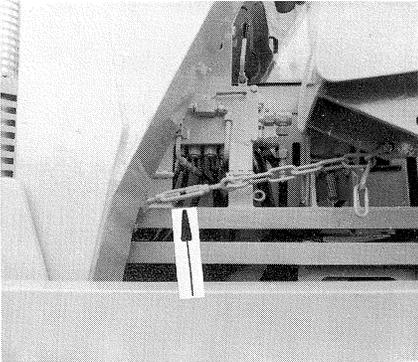
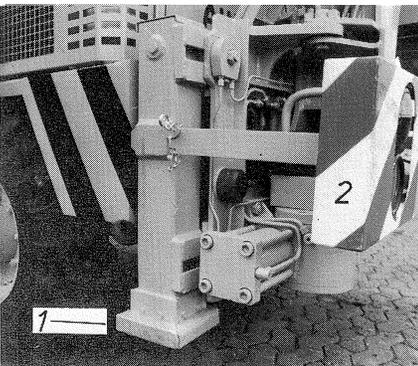

Bild 13
Bild 14
- Gliederkette am Tieflöffel und Ausleger einhängen und mit Spannschloß festziehen (Bild 13/Pfeil). Abstützung bis zum Anschlag hochziehen. (Bild 14/1)
- StVZO-Beleuchtungsanlage mit Auffahrschutz am Heckbagger befestigen. (Bild 14/2)